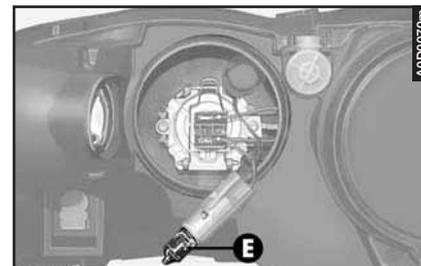

fig. 47
- Sfilare la lampada (**E-fig. 47**) dal portalampada, premendola leggermente e ruotandola in senso antiorario.